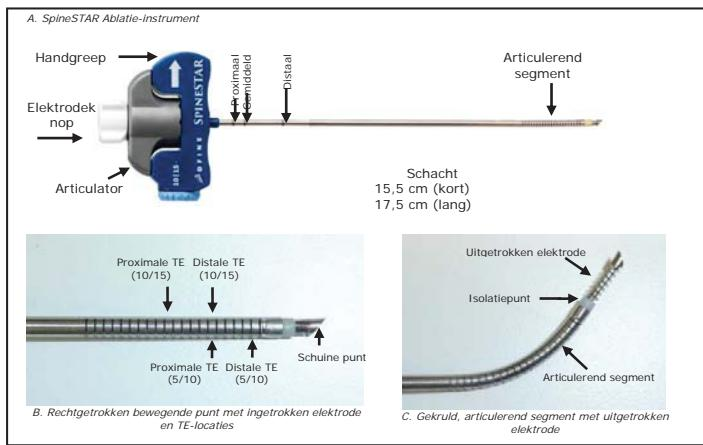

Abbildung 2
Abbildung 2: Het SpineSTAR (SS) Ablatie-instrument (A) heeft een handgreep met een articulator (grijs) die het articulerende segment in de richting van de indicator kruist (witte pijl) en de witte elektrodenknop, die de elektrode van het distale einde van het articulerende segment (C) uittrekt. De totale maximale afstand die de elektrode kan worden uitgetrokken voorbij het einde van het articulerende segment (C) is 10 mm. Er zijn twee thermo-elementen (TE) op het articulerende segment van de schacht (B). Voor 10/15 TE-configuratie is het distale TE 10 mm vanaf de isolatielijn; terwijl het proximale TE 15 mm is vanaf de isolatielijn; voor 6/10 TE-configuratie is het distale TE 5 mm vanaf de isolatielijn; terwijl het proximale TE 10 mm vanaf de isolatielijn is. Drie zwarte markeringen op de schacht geven de locatie van de schuine punt en TE's aan ten opzichte van het distale einde van de werkcanule. De isolatielijn (C) is radiolucent en vertegenwoordigt het centrum van de ablatiezone.